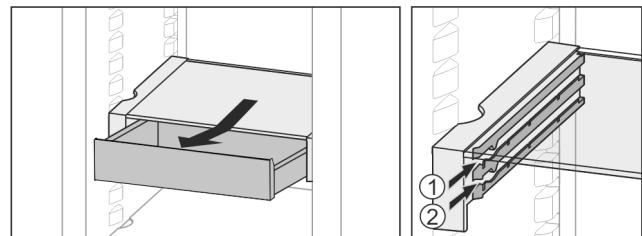

Fig. 60
- ▶ İstenen yükseklikte Fig. 60 (1) veya Fig. 60 (2) içeri itin.